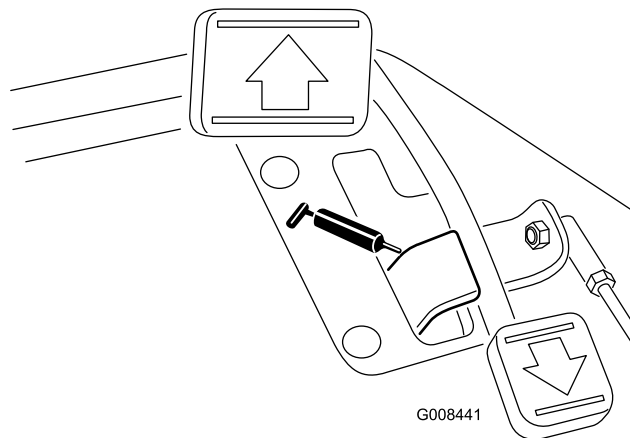

Figura 36
- Articulação do pedal de tração (1) (Figura 36)